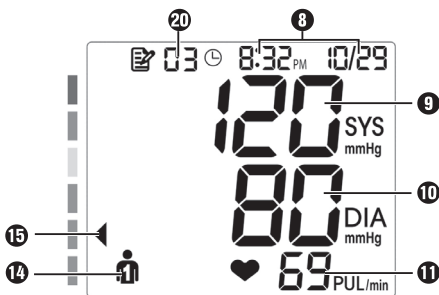

Abb. 1
- 1) Drücken Sie die Start/Stopptaste 2 ①, um das Gerät einzuschalten. Das Display ① leuchtet kurz auf und zeigt alle Symbole.
- 4) Drücken Sie anschließend die Start/Stopptaste 2 ①, um den Benutzer zu bestätigen und den Messvorgang zu starten.
① Hinweis
- Sie können die Messung jederzeit durch Drücken der Start/Stopptaste 2 ① abbrechen, wodurch die Manschette 23 automatisch entlüftet wird.
- Wenn die Messung erfolgreich durchgeführt wurde, erschlafft die Manschette **23** augenblicklich. Die ermittelten Werte erscheinen im Display **1**, wie z. B. in Abb. 1 dargestellt: